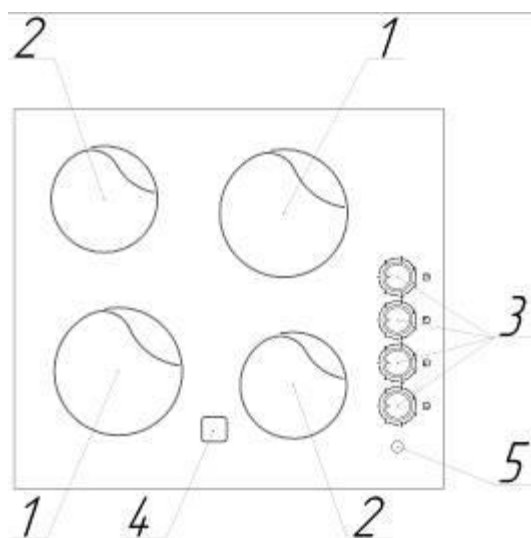

Рис. 4. Устройство варочной панели ПЭВ 40 С.
Расположение и назначение элементов варочной панели показано на Рис. 4. Символы на панели показаны условно. Ручки управления имеют круговое вращение.
На стеклокерамической поверхности (см. Рис. 4) расположены четыре зоны нагрева различного диаметра (1 – зона нагрева Ø180 мм и 2 – зона нагрева Ø140 мм), температура нагрева которых регулируется ручками переключателей (3). Так же